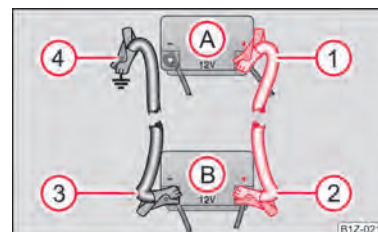

Fig. 171 Démarrage à l'aide de la batterie d'un autre véhicule : A - Batterie déchargée, B - Batterie fournissant le courant
- Fixez une extrémité ① ⇒ fig. 171 au pôle positif de la batterie déchargée (A).
- Fixez l'autre extrémité ② au pôle positif de la batterie fournissant le courant (B).